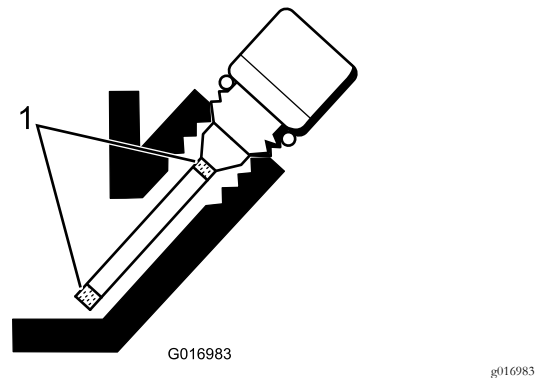

Bild 24
5. Füllen Sie bei niedrigem Ölstand so viel Öl ein, dass der Stand zwischen den Markierungen an der Anzeige liegt (Bild 24).